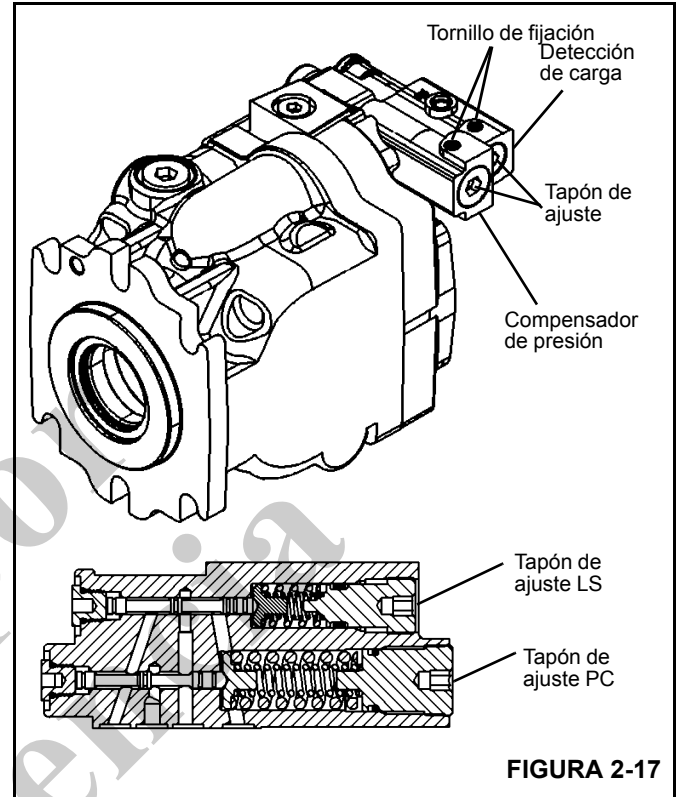

FIGURA 2-17
- b. Ajuste el tapón de ajuste LS (Figura 2-17) en la bomba hasta que la presión en espera llegue a 350 psi (2413 kPa).
- d. De ser necesario, ajuste la presión máxima de la bomba con el tapón de ajuste del compensador de presión (Figura 2-17). Mantenga la palanca de la pluma en posición hacia abajo y afloje el tornillo de fijación; haga el ajuste y apriete el tornillo de fijación.